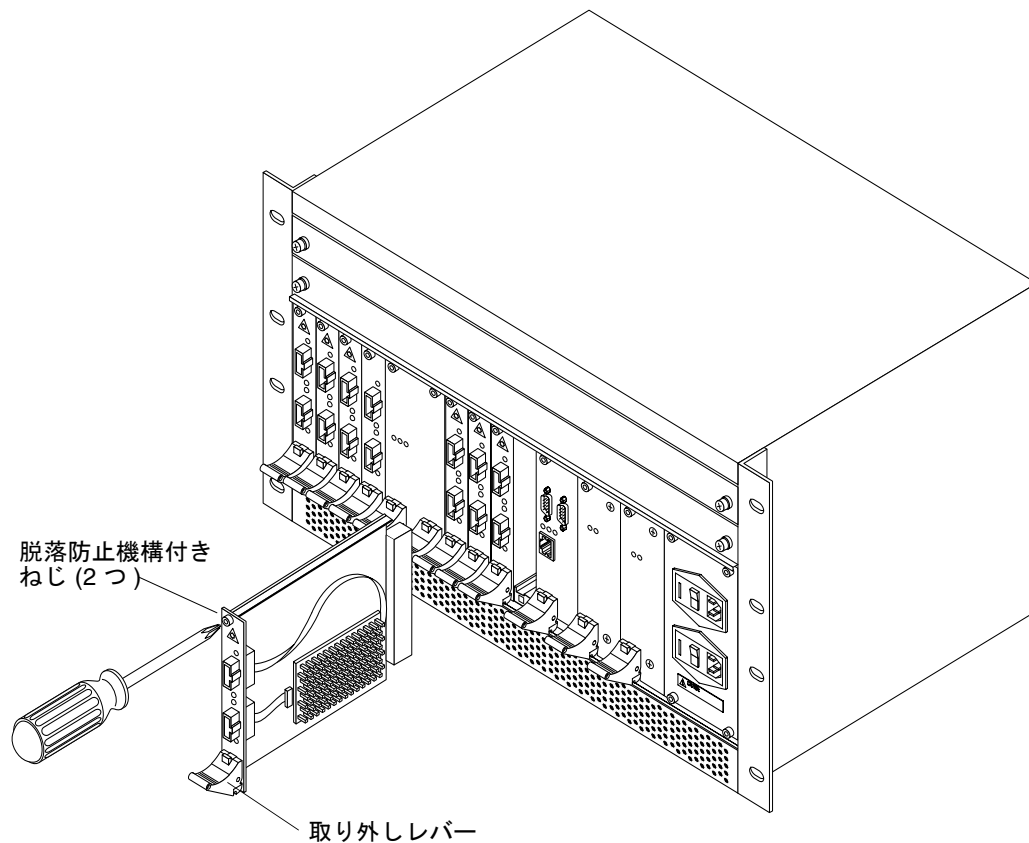

図 2-3 光モジュールの追加
3. モジュールの取り外しレバーの赤いロックボタンが押し下げられ、ロックが解除されていることを確認します (図 2-3)。